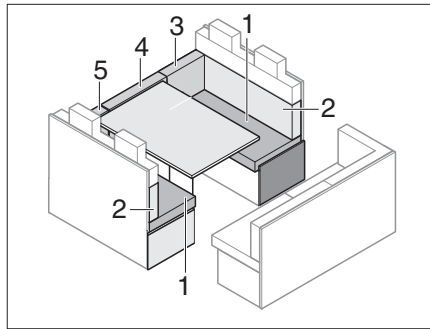

Bild 190 Förre ombyggnaden
- Ta bort ryggdynorna (Bild 190,3,4 och 5) och lägg dem åt sidan.